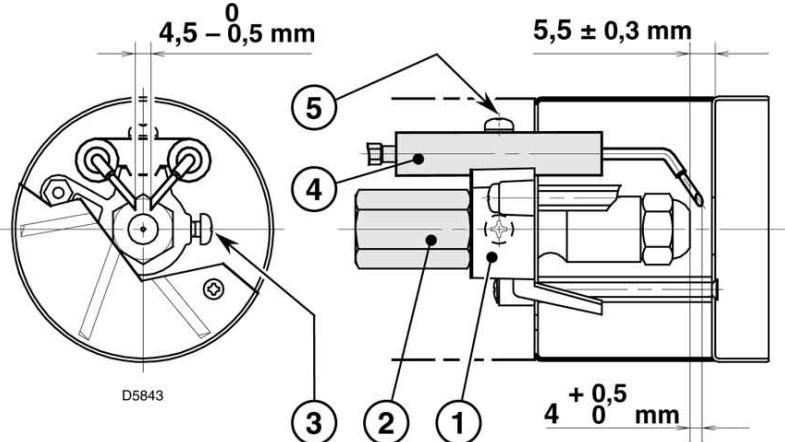

Рис. 15
- Зацепите горелку за фланец (1), ослабьте винты (3) и снимите головку (2).
- Снимите с электродов провода (4), ослабьте винт (3, рис. 15, стр.9) и снимите с держателя форсунки турболизатор (5).
- Закрутите форсунку (6), держа ее правильно, как показано на рисунке.
- Ослабьте винты (2), отвинтите гайку (3), отсоедините провода (4) от блока управления, выньте разъем (5) и снимите держатель форсунки (1).
- Снимите с электродов провода (4), ослабьте винт (3, рис. 15, стр. 9) и снимите с держателя форсунки (1) турболиззатор (7).
- Закрутите форсунку (8), держа ее, как показано на рисунке.
4.2 РЕГУЛИРОВКА ЭЛЕКТРОДОВ (смотри рис. 15)
- Менять форсунку (смотри рис. 11, стр. 7) и проверять правильное положение электродов (рис.15, стр. 9).